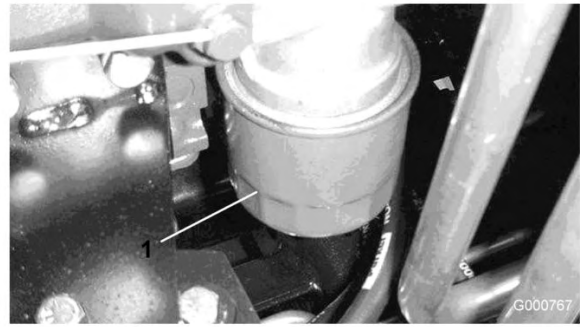

Figure 56
2. Déposez le filtre à huile (Figure 56). Appliquez une fine couche d'huile propre sur le joint du filtre de rechange avant de le visser en place. Ne serrez pas excessivement.